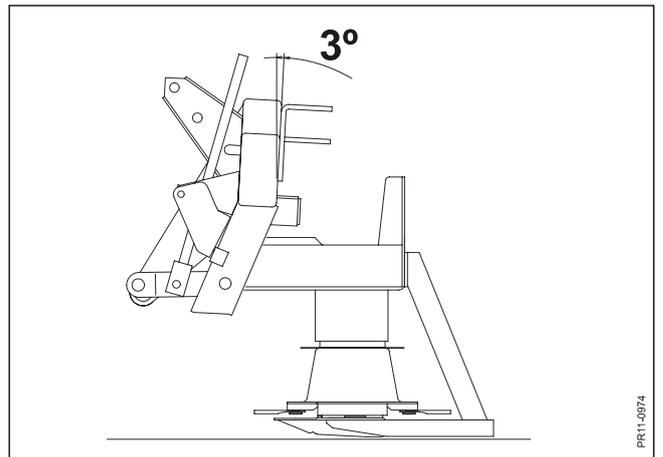

Fig. 3-10
- Fig. 3-10** La hauteur de coupe peut être augmentée en inclinant la machine jusqu'à 3° vers l'arrière, pour que la barre de coupe reste horizontale au dessus du sol. Pour obtenir une coupe très haute par exemple pour faucher des jachères, on peut monter des patins hauts. Voir le catalogue de pièces détachées.